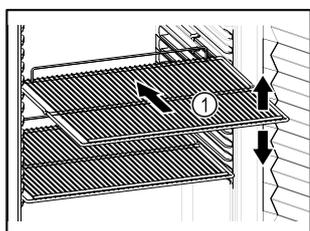

Fig. 48 Immagine a titolo di esempio
- Se è possibile spostare i ripiani Fig. 48 (1), regolarli in altezza.